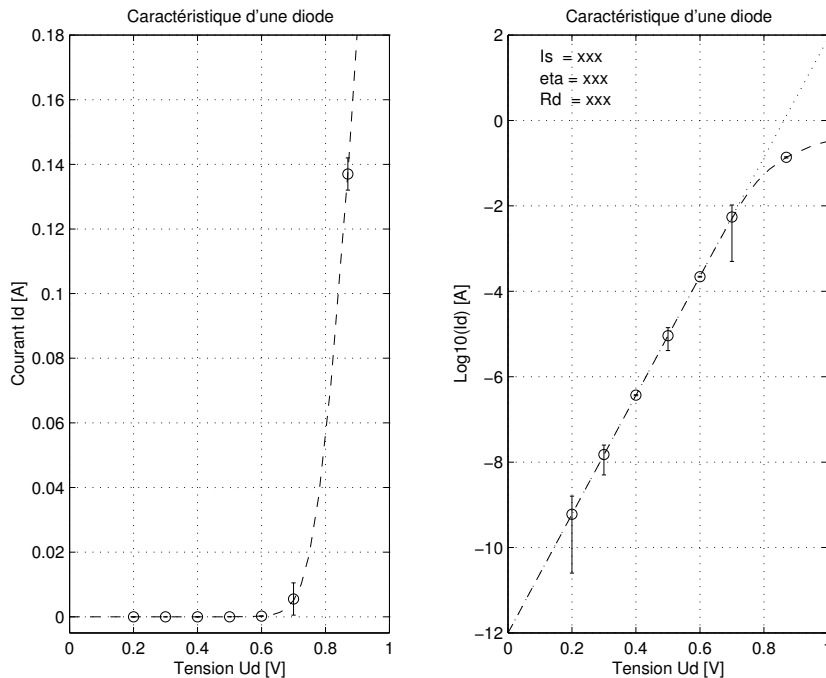

FIG. 13: Modélisation de la caractéristique d'une diode
1. Avec Matlab, calculez et dessinez les graphes de la figure 13.